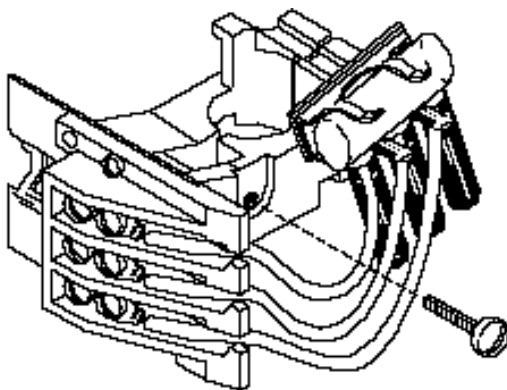

Figura 1
2. Afloje el tornillo de la abrazadera de montaje partido hasta que el mecanismo se deslice libremente por encima del tubo envolvente, consulte la Figura 1.
2. Afloje el tornillo de la abrazadera de montaje partido hasta que el mecanismo se deslice libremente por encima del tubo envolvente, consulte la Figura 1 de la página 6.